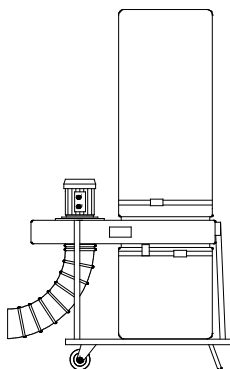

Рис. 1
I. УВП-2000 - Установки на основании с двумя колесиками и опорой, рис.1.